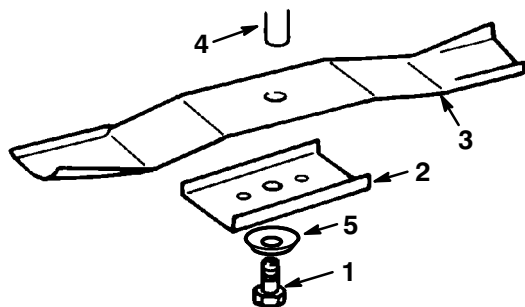

Figure 23
3. Enlevez le boulon (clé de 16 mm), la rondelle, le porte-lame et la lame (Fig. 23). Pour enlever le boulon, bloquez éventuellement la lame en introduisant une cale en bois entre la lame et le carter de tondeuse.